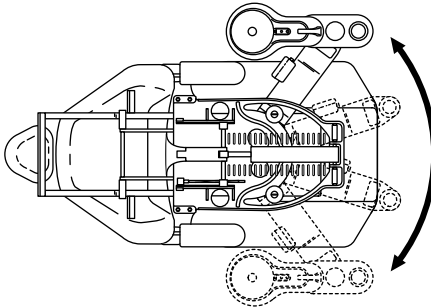

Abbildung 13: Einheit und Adapter drehen
5. Drehen Sie Einheit und Adapter bis zum Anschlag auf die andere Seite (siehe Abbildung 13).